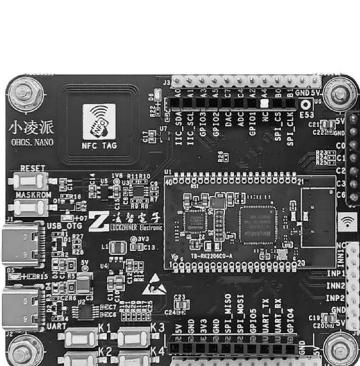

图 5.3.3 2.4寸LCD和小凌派-RK2206开发板连接图
2.4寸LCD和小凌派-RK2206开发板连接图如图5.3.3所示。